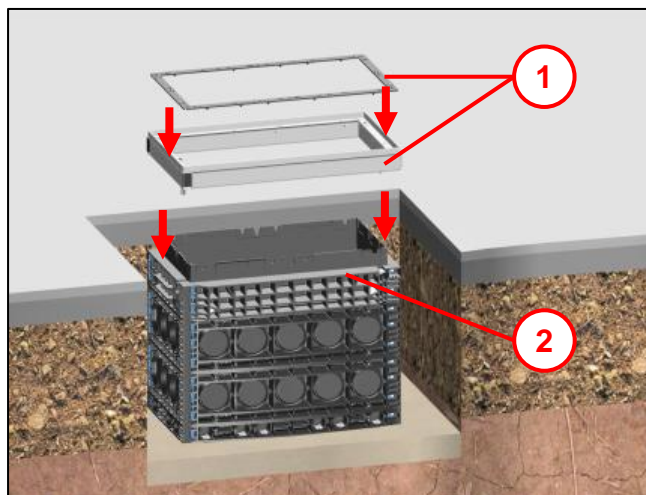

Рис. 16
- Установить кабельный колодец в сборе на фундамент котлована либо, в зависимости от типа поставки, установить отдельные компоненты корпуса колодца (см. рис. Рис. 14 — Рис. 16).